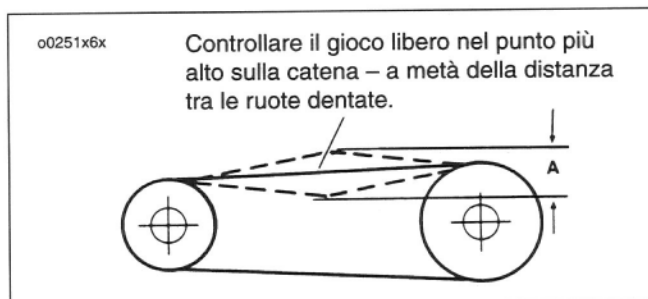

Figura 42. Gioco libero verticale della catena della trasmissione primaria
*Vedere la Figura 42. Se il gioco verticale non può essere fissato nei limiti specificati, la catena della trasmissione primaria e/o la vite di registro si logorano oltre i limiti consentiti per la registrazione. Sostituire le parti come necessario.*